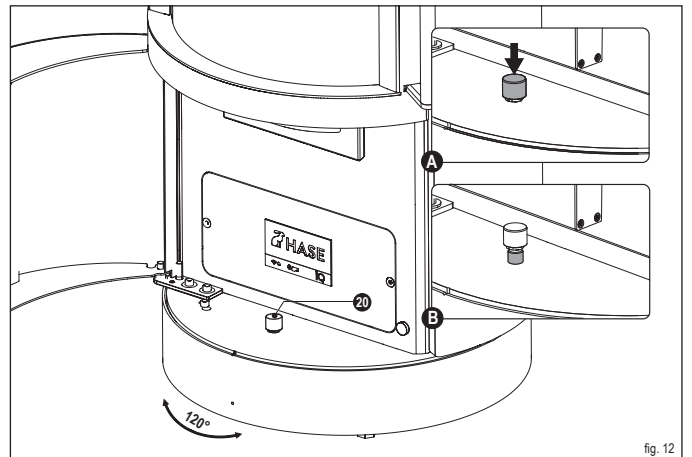

fig. 12
Alla consegna, il tasto (20) della console girevole si trova in posizione di blocco (fig. 12):
- **Premere il tasto (20) per rimuovere il blocco (sezione A).**
- ✓ **Una volta raggiunta l'impostazione desiderata, premere di nuovo il tasto (20) per ribloccare la console girevole.**